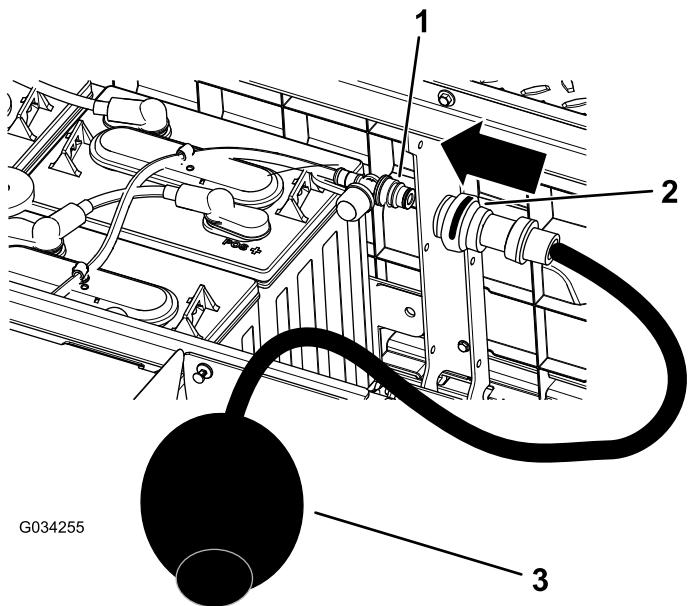

Figure 41
4. Branchez la pompe à eau manuelle Toro à l'orifice de remplissage d'eau (Figure 41).